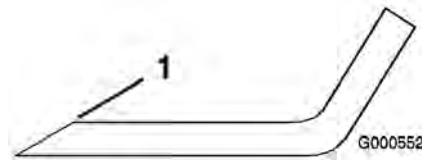

Figure 43
1. Au moyen d'une lime, aiguisiez les tranchants aux deux extrémités de la lame (Figure 43) en veillant à conserver l'angle de coupe d'origine. Limez la même quantité de métal sur chacun des deux tranchants pour ne pas déséquilibrer la lame.